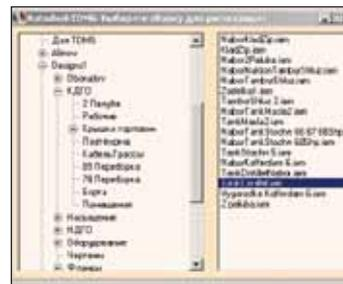
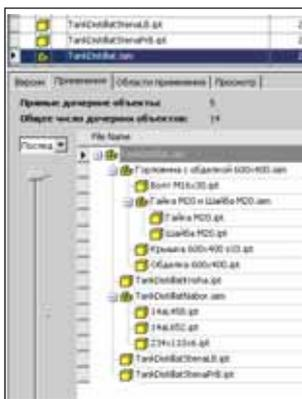
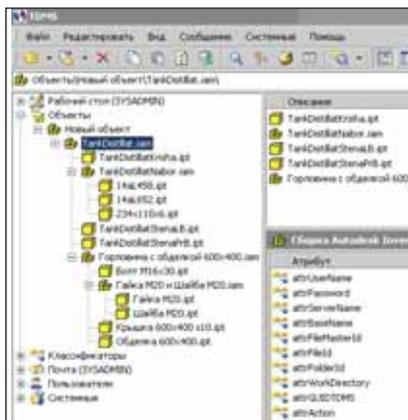

Рис. 14. Выбор сборки для регистрации
Рис. 15. Структура сборки в Autodesk Vault Explorer
Рис. 16. Структура сборки, перенесенная в TDMS
2. Древовидная структура проекта, включающая не файлы, а ссылки на объекты Autodesk Vault, переносится в дерево TDMS. На рис. 14 представлен процесс выбора исходной сборки для регистрации в разработанном интерфейсе, на рис. 15 – ее структура в Autodesk Vault Explorer, а на рис. 16 – структура, перенесенная в TDMS.